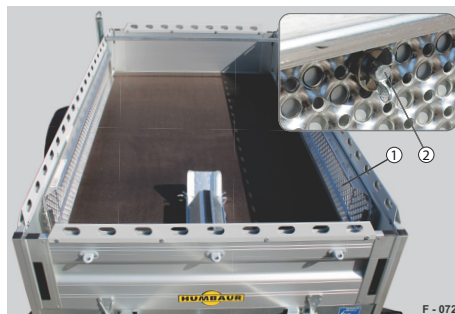

Abb. 75 Beispiel: HA-Allrounder, Auffahrschienen gesichert
- ▶ Auffahrrampen (Abb. 75/1) an den seitlichen Bordwänden innen positionieren.
- ▶ Auffahrrampen mit den Flügelmutter (Abb. 75/2) sichern.